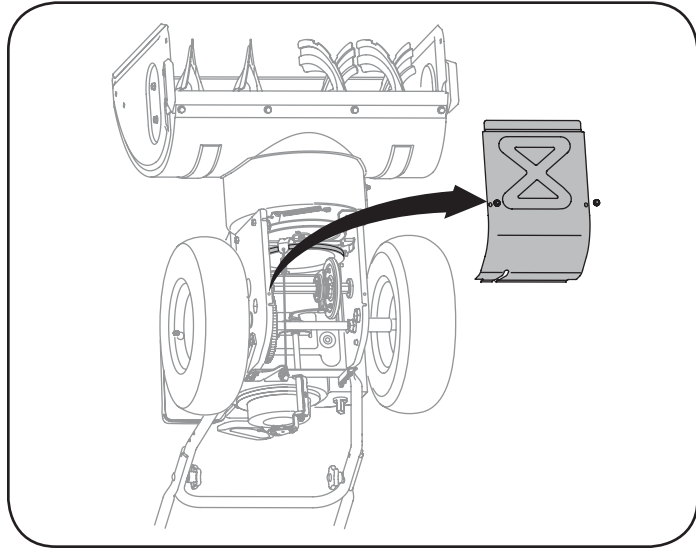

Figure 33
5. Démontez le couvre-châssis du dessous de la souffreuse en retirant les quatre vis auto-taraudeuses qui le maintiennent en place. Voir la Figure 33.
5. Démontez le couvre-châssis du dessous de la souffieuse en retirant les quatre vis auto-taradeuses qui le maintiennent en place. Voir la Figure 33.